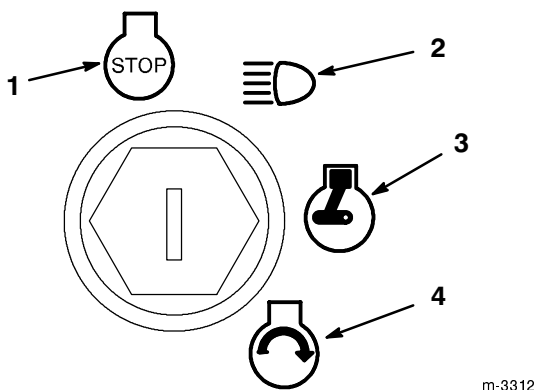

Abbildung 13
6. Den Zündschlüssel im Uhrzeigersinn drehen und auf Position START halten (Abb. 13). Wenn der Motor anspringt, den Schlüssel loslassen.
3. Den Zündschlüssel auf "STOP" drehen (Abb. 13).